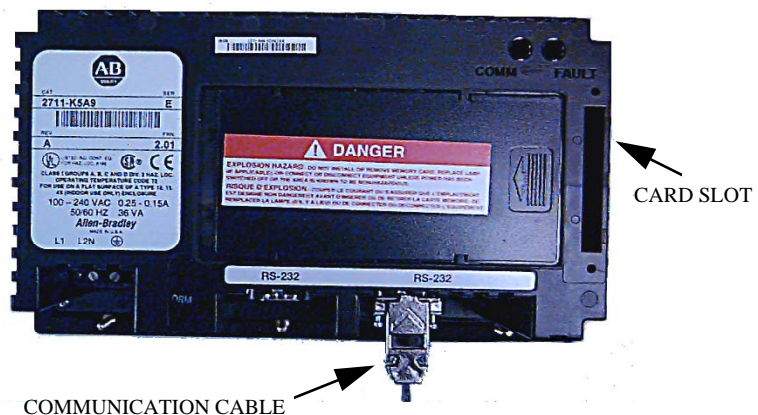

Bild 3.106 – Rückansicht der Benutzerschnittstelle
- Suchen sie den senkrechten Einschub (CardSlot) auf der Rückseite der Benutzerschnittstelle (vgl. Bild 3.106).